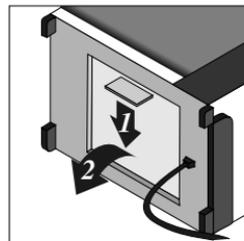

Fig. 14
Bevor Sie mit irgendeiner Reinigungsarbeit beginnen, ziehen Sie stets den Netzstecker und warten ab, bis das Gerät vollständig abgekühlt ist. Das Gerät darf weder mit dem Wasserstrahl gereinigt, noch ins Wasser getaucht werden. Um die Reinigung der Innenwände und vor allem des Bodens zu erleichtern, das Gerät auf den Rücken legen und danach die Klappe für die Reinigung (B) öffnen, indem Sie den Griff nach unten drücken, wie auf Abb. 14 gezeigt. Reinigen Sie die Innenwände und die Abtropfschale (F) mit einem feuchten Schwamm und mit nichtscheuernden Reinigungsmitteln.